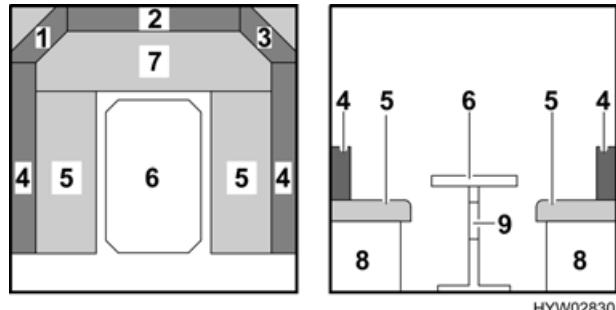
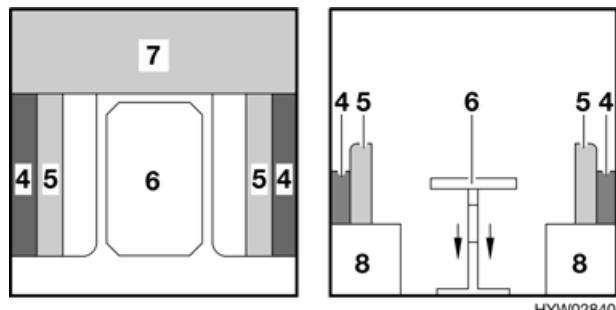

Fig. 39 Prima della trasformazione
Fig. 40 Durante la trasformazione
- Collegare i cuscini dello schienale (Fig. 39,1, Fig. 39,2 e Fig. 39,3) sotto il tavolo.
- Sistemare i cuscini del divano (Fig. 39,5).
- Sollevare la maniglia (Fig. 39,9) sul tavolo (Fig. 40,6) verso l'alto e tirarla leggermente.